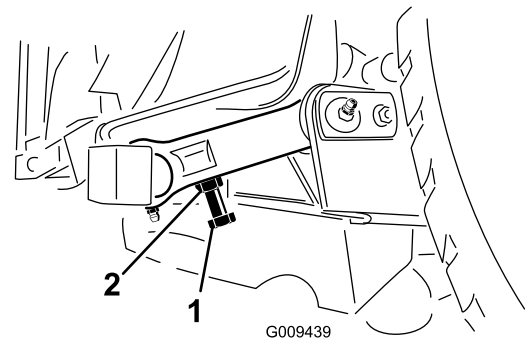

Figure 26
3. Pour ajuster la distance, localisez le boulon de réglage sur la bielle de pivot arrière du plateau de coupe (Figure 26).